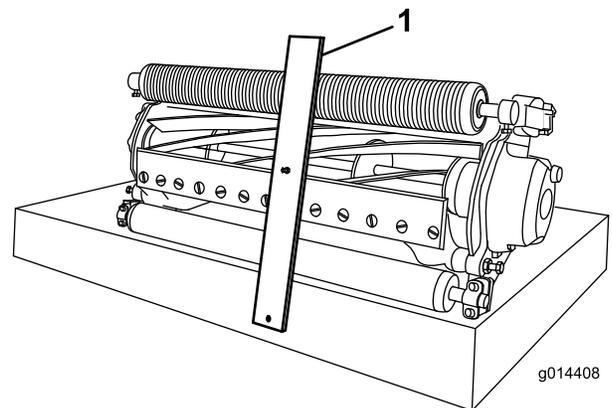

Figura 11
2. Agganciate la testa del bullone del calibro dell'altezza di taglio sul lato destro del tagliente della controlama e appoggiate l'estremità posteriore della barra sulla parte posteriore del rullo (Figura 11).